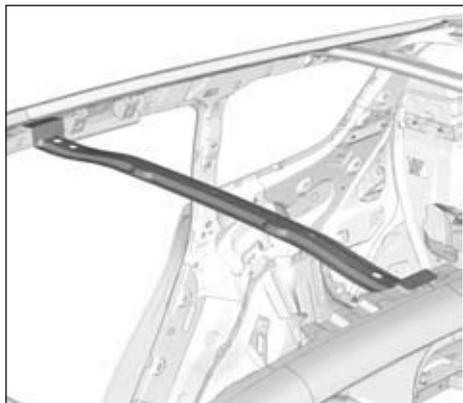

FIG.112
- Respecter la position de la pièce (Fig.112).